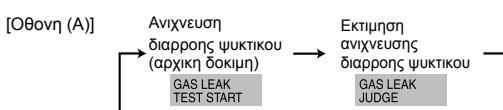

Fig. 8-2
- (2) Πατήστε το κουμπι (CLOCK) και επιλέξτε [GAS LEAK TEST START] (ΕΝΑΡΞΗ ΔΟΚΙΜΗΣ ΔΙΑΡΡΟΗΣ ΑΕΡΙΟΥ). (Fig. 8-2)